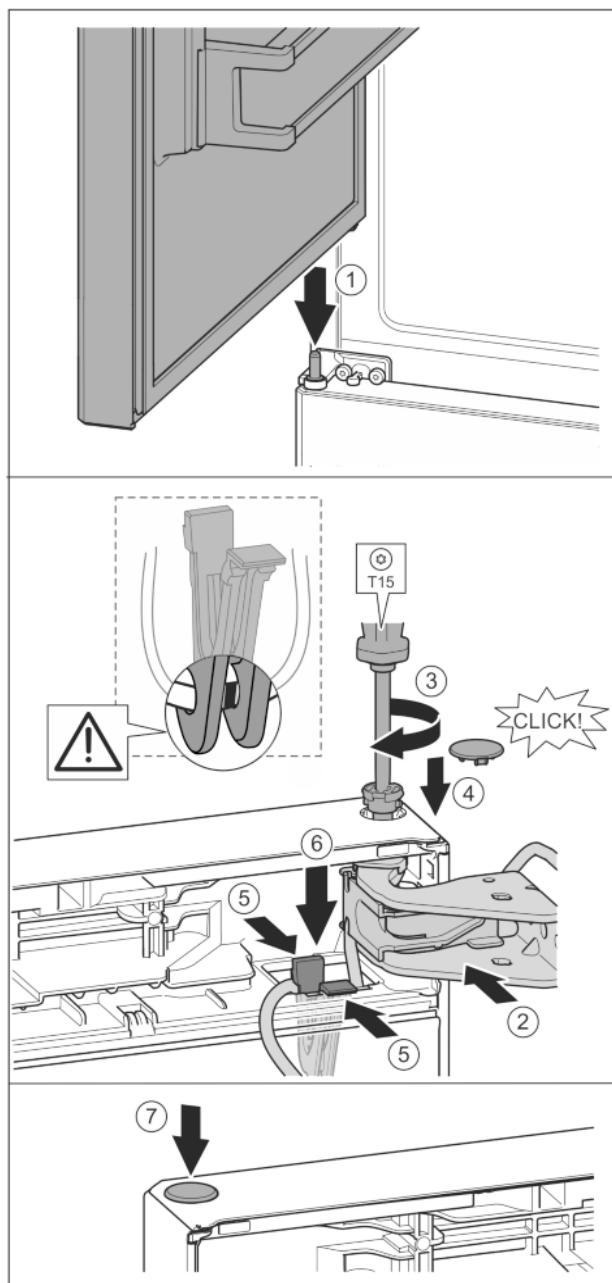

Fig. 39
- ▶ Bovenste deur op de middelste lagerbout plaatsen. Fig. 39 (1)
- ▶ Deur boven uitlijnen op de opening in de lagerbus. Fig. 39 (2)
- ▶ Bouten aanbrengen en met schroevendraaier T15 vastschroeven. Fig. 39 (3)
- ▶ Veiligheidsafdekking voor de veiligheid van de deur monteren: Veiligheidsafdekking aanbrengen en controleren of deze op de deur rust. Anders bout volledig aanbrengen. Fig. 39 (4)
- ▶ Houder met de hieraan bevestigde kabel in de opening aanbrengen. Fig. 39 (5)
- ▶ Houder naar onder drukken tot de las vastklikt. Fig. 39 (6)
- ▶ Stop aanbrengen. Fig. 39 (7)